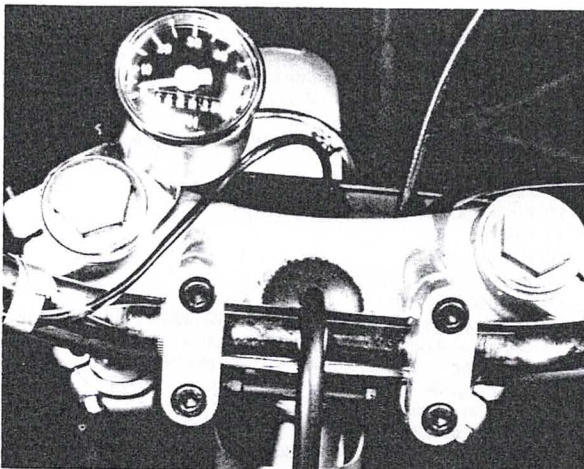

Bild 163
- Die Pursang-Modelle, die nur für Fahrten abseits der Strasse bestimmt sind, sind nicht mit einem Geschwindigkeitsmesser ausgerüstet. Die Modelle Alpina und Frontera sind mit dem grösseren Instrument mit einem Tageskilometerzähler ausgerüstet (Bild 163).